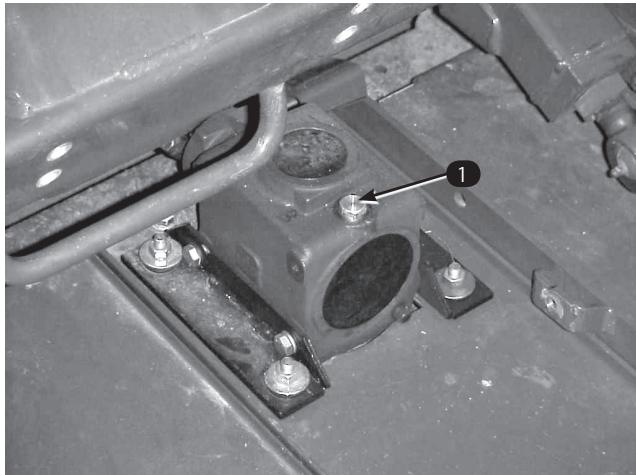

図9
2. ギア・ボックスの上部についているディップスティック兼給油プラグ（図9）を取り、オイルの量が、ディップスティックについている2本のマークの中間にあることを確認する。油量が少なければ2本のマークの中間まで補給する。